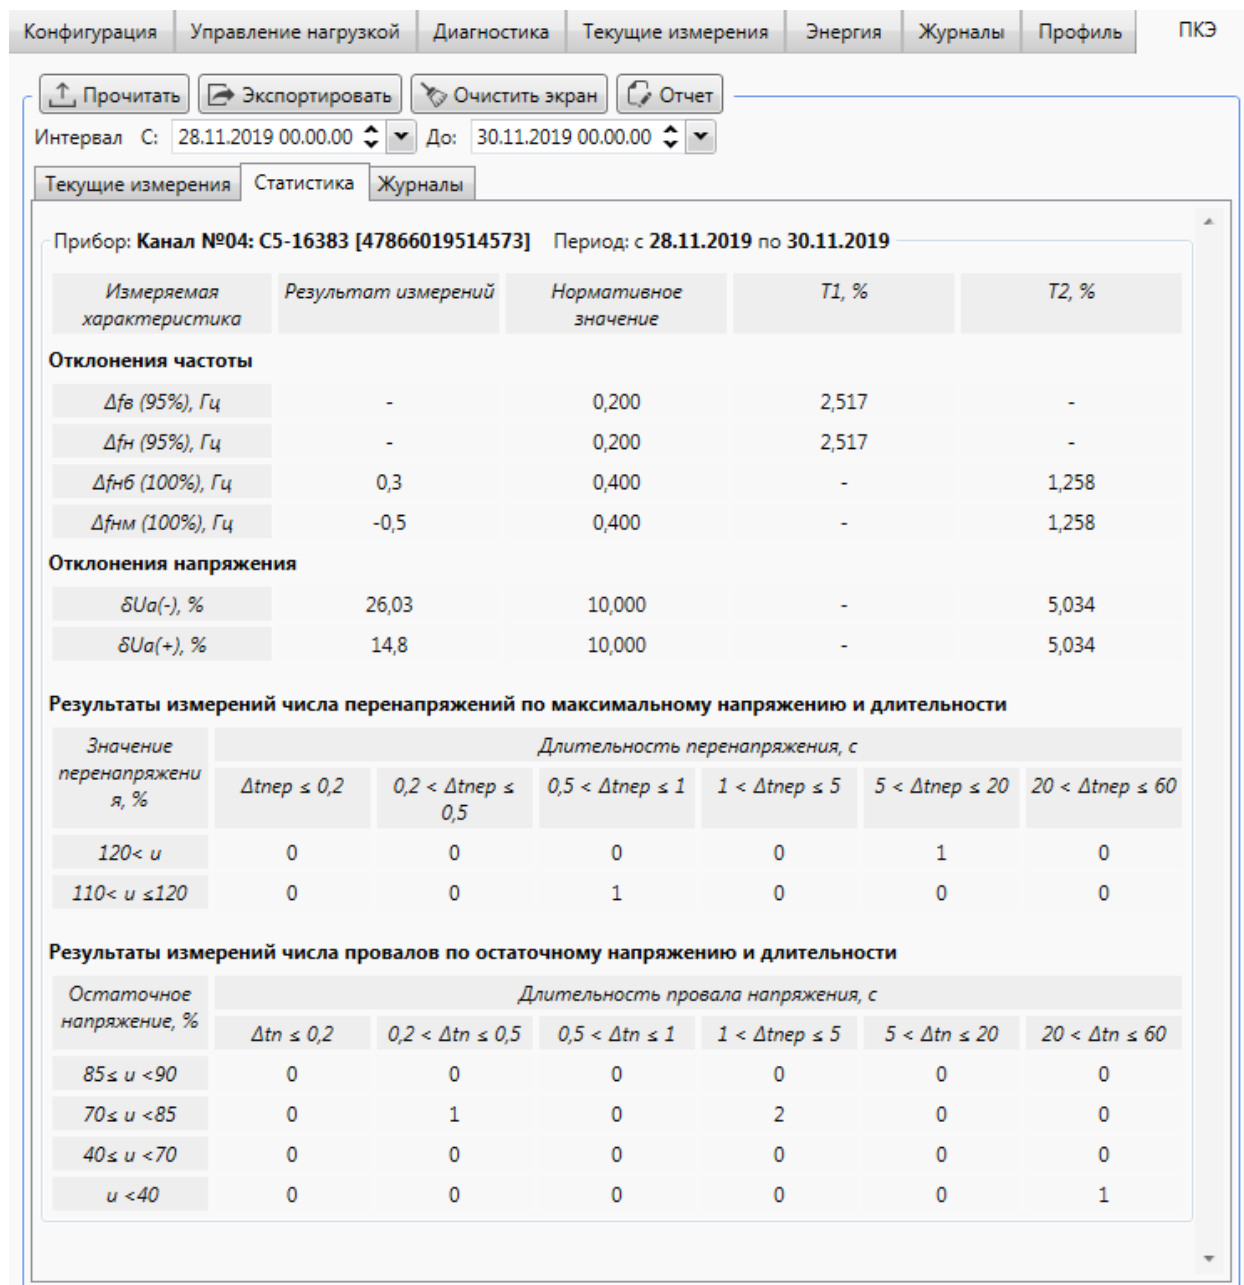

Рисунок 9.52 – Статистические данные ПКЭ
9.6.6.13 Для просмотра статистических данных счетчика необходимо перейти на вкладку *ПКЭ* области параметров программы КОНФИГУРАТОР и затем на вкладку *Статистика* (рисунок 9.52).